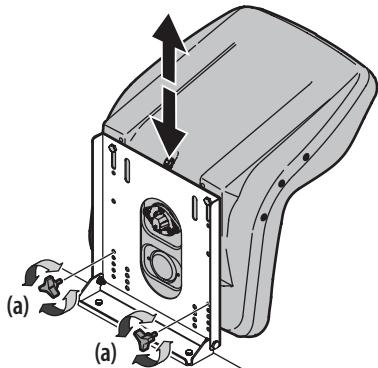

Figure 17
3. Replacez les boutons dans l'un des quatre trous et serrez solidement. Consultez la Figure 17.